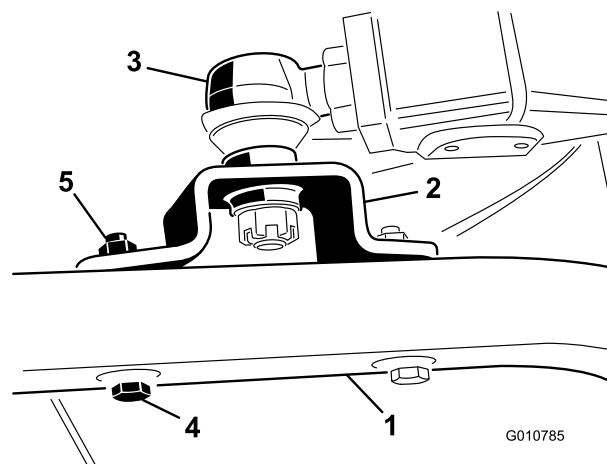

図 7
- ボールジョイントのマウントを、各キャストアームに固定するキャップスクリュー 7/16 x 3" 2本とフランジナット 7/16" を使用する図 7。
- ボールジョイントを昇降アームに固定している大きいジャムナットを締め付ける図 7。